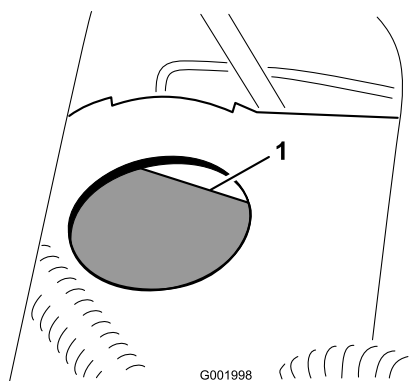

Figura 59
2. El nivel de líquido debe llegar a la línea Lleno del depósito (Figura 59).